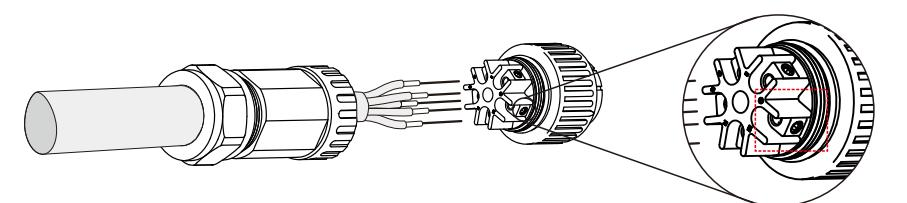

图5.23 连接电缆线
A) 剥开交流电缆线绝缘护套70mm, 使铜导体裸露出9mm左右, 将电缆线穿过连接端子的螺母和护套, 插入到对应的端子中, 并用内六角扳手拧紧。(如图5.23所示)。
如图5.23), 内六角螺钉容易脱落, 不要完全拧出。